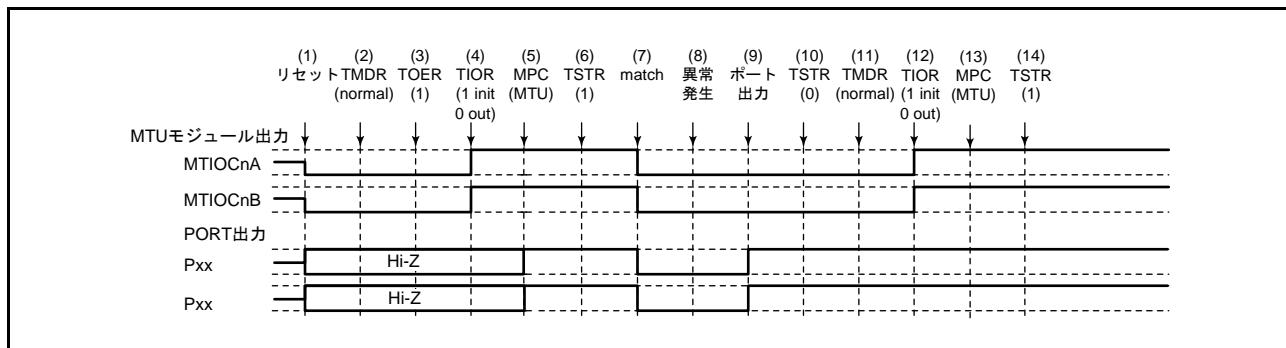

図 22.127 ノーマルモードで異常が発生し、ノーマルモードで復帰する場合
ノーマルモードで異常が発生し、再設定後ノーマルモードで再スタートする場合の説明図を図 22.127 に示します。
- (1) ~ (10) は図 22.127 と共通です。
- (11) PWM モード 1 を設定します。
- (12) TIOR レジスタで端子を初期化してください。なお、PWM モード 1 では MTIOCnB (MTIOCnD) 端子に波形が出力されません。出力すべきレベルがある場合は、I/O ポートのポート方向レジスタ (PDR)、ポート出力データレジスタ (PODR) で汎用出力ポートの設定をしてください。
- (13) MPC と I/O ポートのポートモードレジスタ (PMR) で MTU 出力としてください。
- (14) TSTR レジスタで再スタートします。
- (11) PWM モード 2 を設定します。
- (12) TIOR レジスタで端子を初期化してください。なお、PWM モード 2 では周期レジスタの端子は初期化されません。初期化したい場合にはノーマルモードで初期化した後 PWM モード 2 に移行してください。
(1)～(10)は図 22.127 と共通です。
(11) 位相計数モードを設定します。
(12) TIOR レジスタで端子を初期化してください。
(13) MPC と I/O ポートのポートモードレジスタ (PMR) で MTU 出力としてください。
(14) TSTR レジスタで再スタートします。
- (11) TIOR レジスタでノーマルモードの波形生成部を初期化してください。
- (12) TIOR レジスタでノーマルモードの波形生成部の動作を禁止してください。
- (13) TOER レジスタで MTU3、MTU4 の出力を禁止してください。
- (14) TOCR レジスタで相補 PWM モードの出力レベルと周期出力の許可 / 禁止を選択してください。
- (15) 相補 PWM モードを設定します。
- (16) TOER レジスタで MTU3、MTU4 の出力を許可してください。
- (17) MPC と I/O ポートのポートモードレジスタ (PMR) で MTU 出力としてください。
- (18) TSTR レジスタで再スタートします。